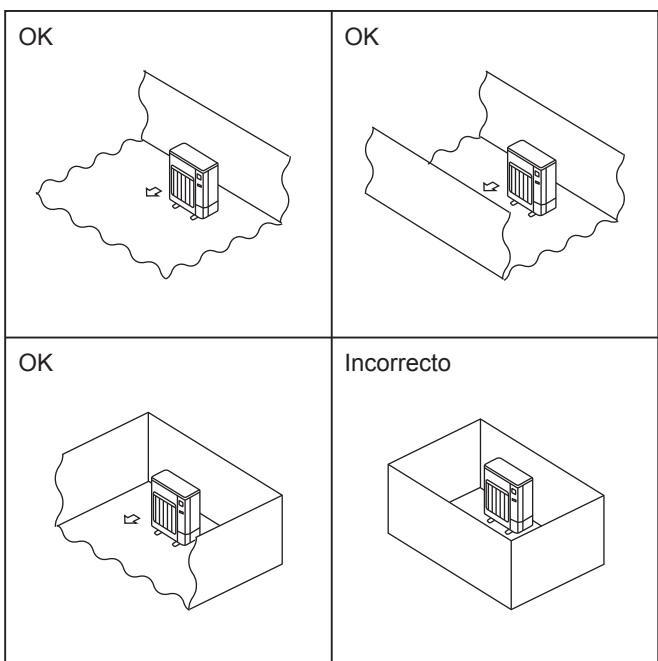

Fig. 2-2
- ◎ Instale las unidades exteriores en un lugar donde al menos uno de los cuatro lados esté abierto, y en un espacio lo suficientemente grande y no elevado. (Fig. 2-2)